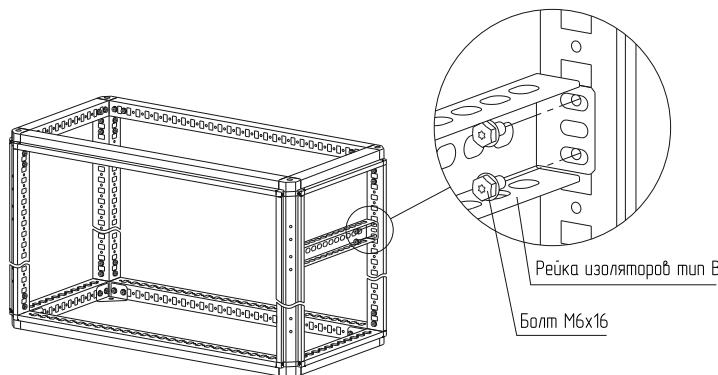

Рисунок 29
4.15.2 Установите рейку изоляторов тип В между стоек на нужной высоте и закрепите болтами M6x16 (рисунок 29). Момент затяжки – 7 Н·м. Болты приобретаются отдельно.